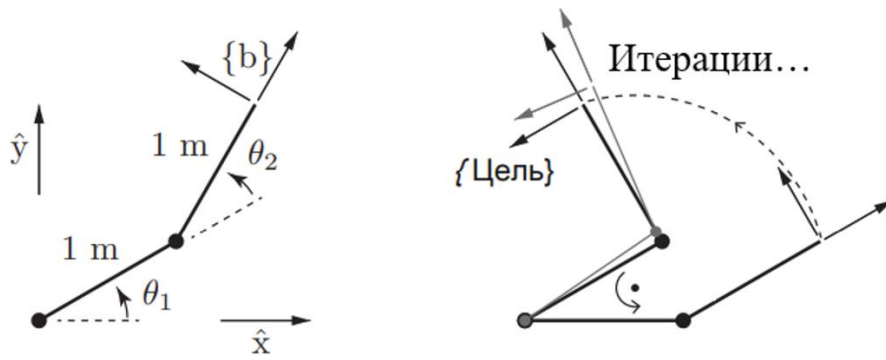

Рисунок 7. Робот 2R.
6.1 Используя численный метод Ньютона-Рафсона (метод касательных), определить величины углов θ_1 и θ_2 (рис. 7) для положения острия робота (зоны расположения конечного эффектора) в координатах $(x, y) = 0,366; 1,366$ м. Длины обоих сегментов, соответственно рисунку 7, равны 1 м.